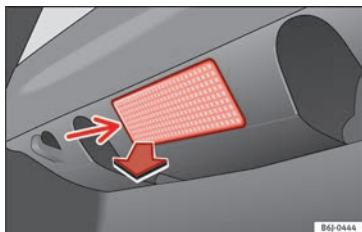

Fig. 205 Luce del bagagliaio.
- Estrarre il paralume facendo pressione sul bordo della sua parte interna (freccia) aiutandosi con la parte piana di un cacciavite » **fig. 205.**